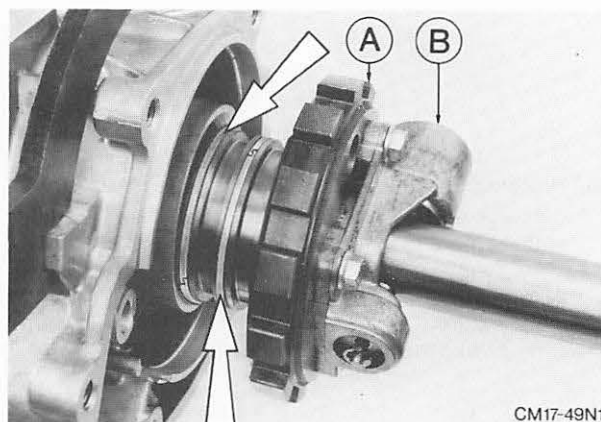

Abb. 87 Abtriebswelle kompl. mit Regler
37. Abtriebswelle kompl. mit Regler montieren, dabei darauf achten, daß die Kolbenringe der Reglernabe nicht beschädigt werden. Abb. 87.